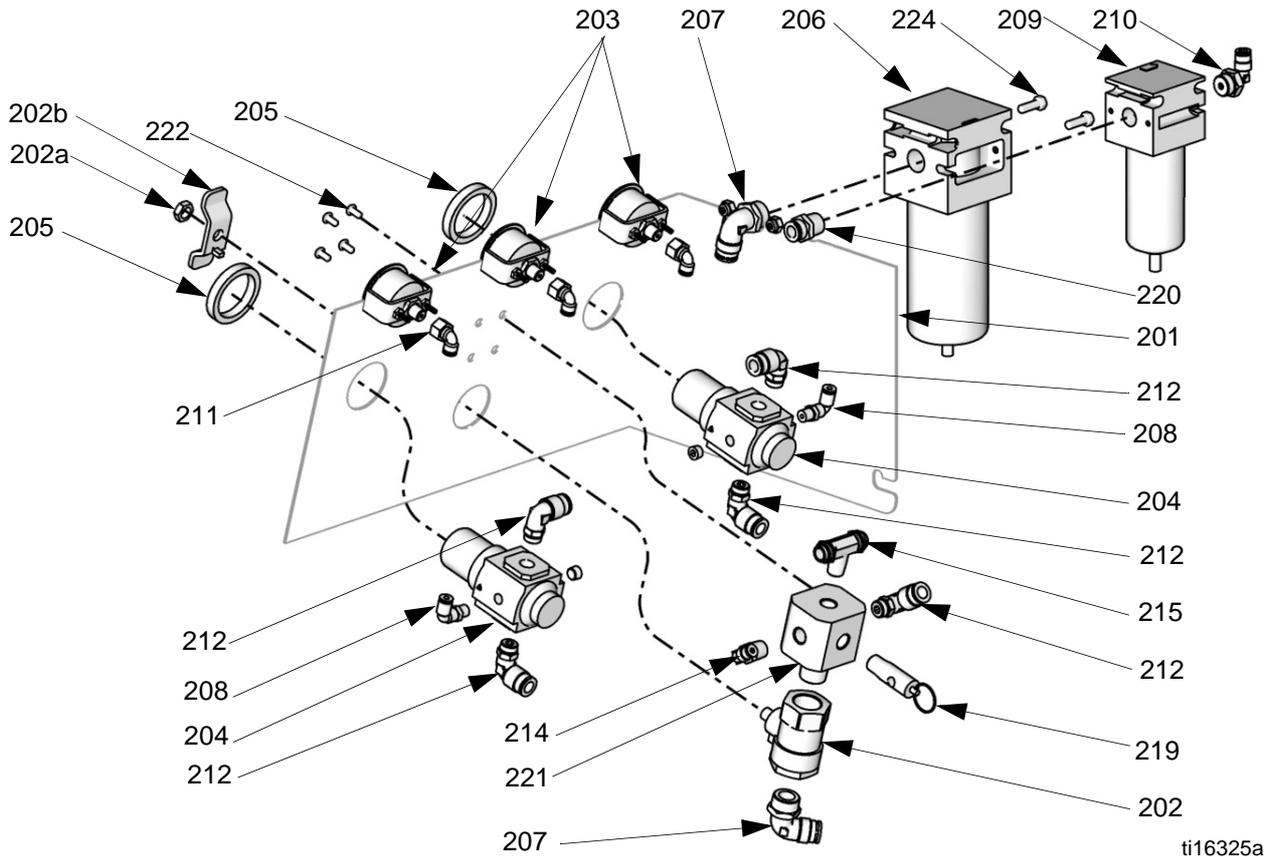

FIG. 18. Commandes pneumatiques, système à pompe
Consulter la FIG. 18, page 26, pour obtenir un diagramme complet des commandes pneumatiques de la pompe.
2. Voir FIG. 18, page 26. Retirer l'écrou (205) du régulateur puis débrancher les conduites d'air conduisant au régulateur (204).
2. Voir FIG. 18, page 26. Retirer l'écrou (202b) et la manette (202a) de la plaque de régulation d'air.
3. Retirer quatre vis (222) de l'avant de la plaque de commande pneumatique.
6. Débrancher la vanne à bille (202) et la vanne de sécurité (219). Remplacer les pièces nécessaires, y compris le collecteur. Voir **Commandes pneumatiques, modèle avec pompe 24F088-24F115 et 24Z017-24Z018**, page 42.